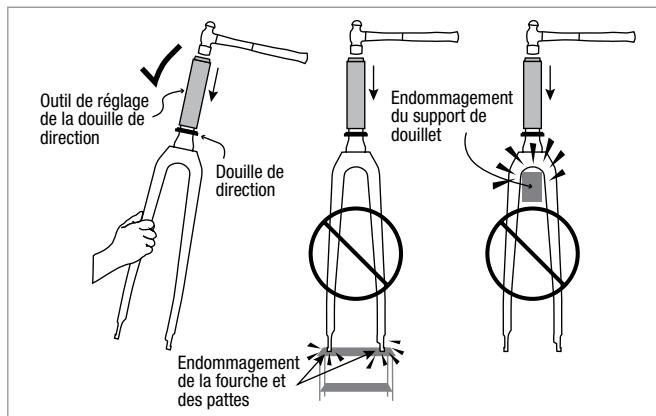
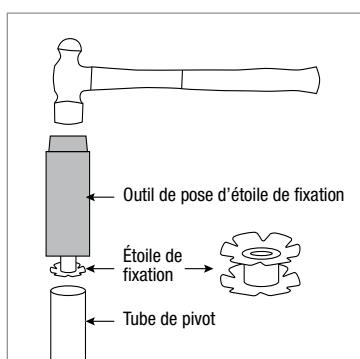

Figure 2
Figure 10
▲ AVERTISSEMENT : Ne pas placer la fourche sur les extrémités des pattes ni soutenir la fourche dans la partie douille lors du montage de la douille de direction, au risque d'endommager la fourche (Fig. 2).
- Tenez la fourche d'une main (Fig. 2) et posez une nouvelle étoile de fixation à l'aide d'un outil de pose d'écrou et d'un marteau (Fig. 10).